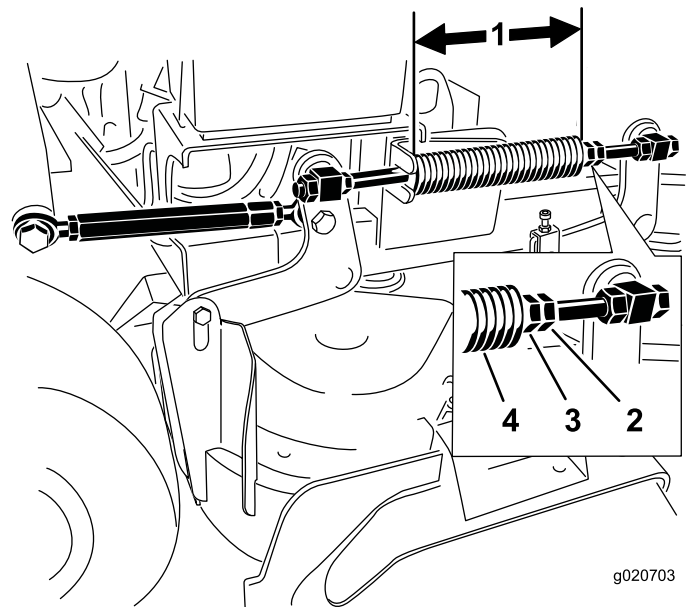

Figure 86
**Remarque:** La longueur nominale est de 28,2 cm (11 $\frac{1}{8}$  po) pour les tabliers de coupe de 91 cm (36 po) et de 25,7 cm (10 $\frac{1}{8}$  po) pour les tabliers de coupe de 102 cm (40 po) (Figure 86).
3. Réglez cette distance en desserrant l'écrou de blocage du ressort et en tournant l'écrou devant chaque ressort (Figure 86).
4. Bloquez l'écrou en position en serrant l'écrou de blocage du ressort (Figure 86).